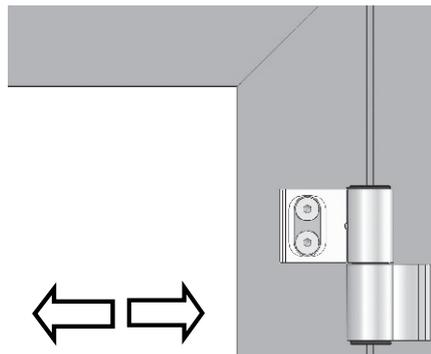

Рис. 34
17.3 Отрегулировать положение полотна двери по горизонтали (Рис. 34).